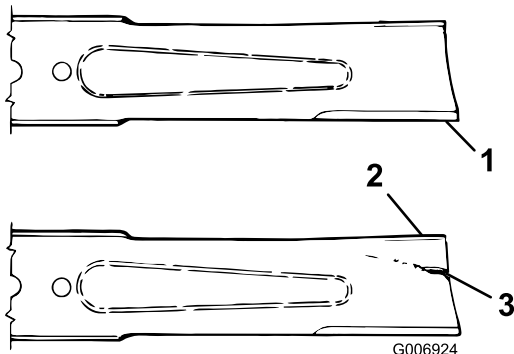

Figura 66
3. Examine cuidadosamente as extremidades da lâmina, prestando especial atenção à zona onde se encontram as partes curvas e planas da lâmina (Figura 66).
4. Se verificar que esta zona se encontra desgastada (Figura 66), substitua a lâmina; consulte Manutenção da plaina da lâmina (página 53).